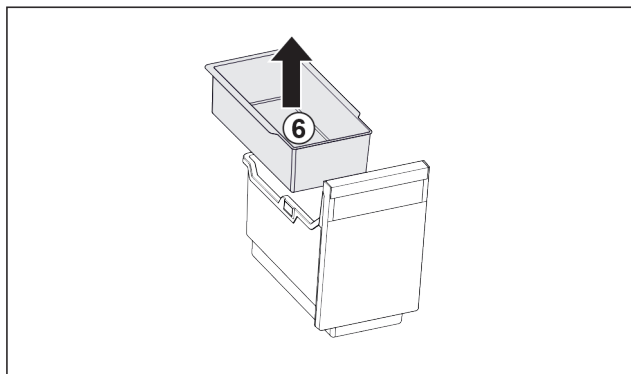

Fig. 26
- ▶ Odoberte závesnú misku Fig. 26 (6).